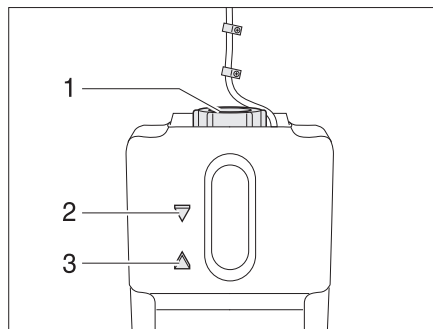

Bild 152 Ausgleichsbehälter Warmwasser-Heizung
- Prüfen, ob am Ausgleichsbehälter (Bild 152) die Flüssigkeit zwischen der Markierung "MIN" (Bild 152,3) und "MAX" (Bild 152,2) steht.
- Am Ausgleichsbehälter den Drehverschluss (Bild 152,1) aufdrehen.